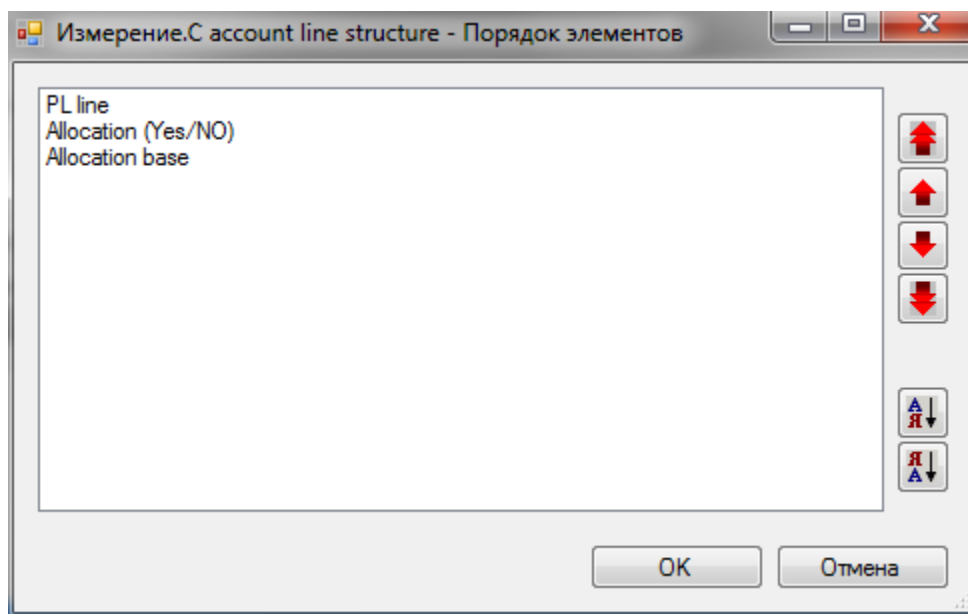

Рисунок 25. Изменение порядка элементов.
- Порядок элементов – открывает диалоговое окно для упорядочения элементов измерения (рисунок 25).